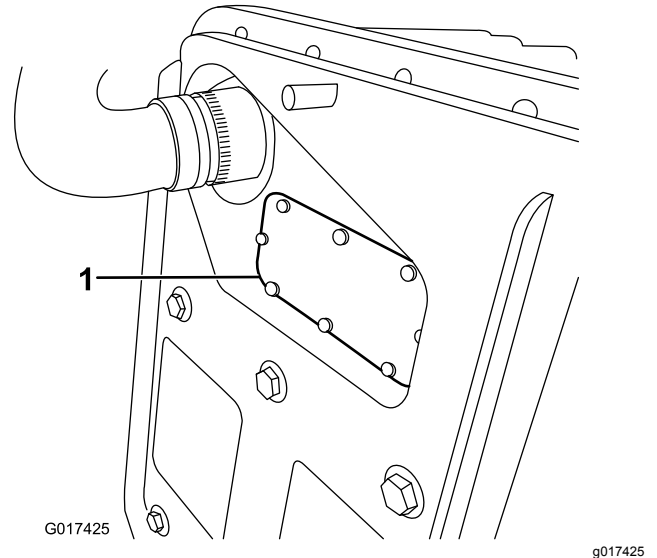

Figura 43
- B. Remova a cobertura dos fusíveis (Figura 43).